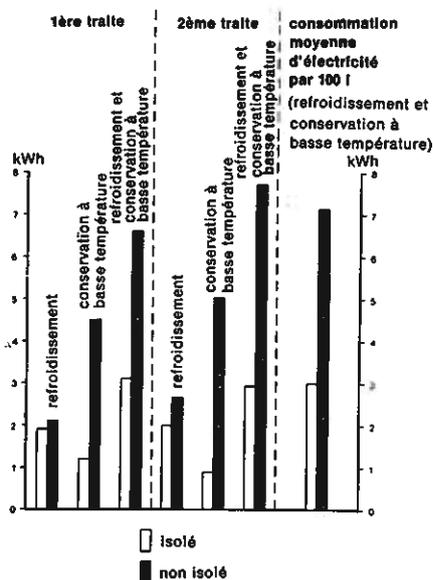

Fig. 15
- bonne isolation, (faible irradiation de chaleur) (fig. 15)
Les nombreux modèles spéciaux de bassins pour le refroidissement à eau glacée visent avant tout à réduire les pertes de froid (env. 25%) et à améliorer l'échange de chaleur entre le lait et l'eau (fig. 15).